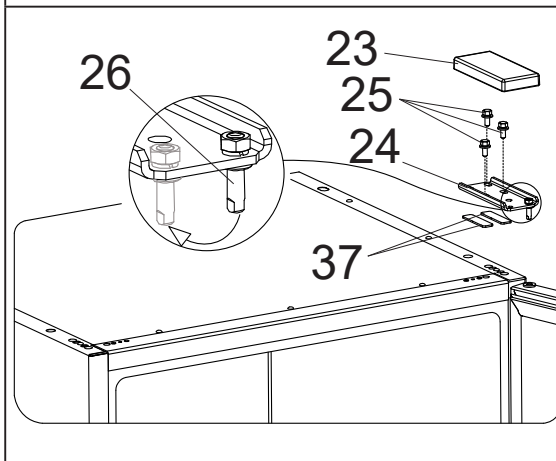

Рисунок 10
1. Снимите крышку 23 верхнего кронштейна 24 (см. рис. 10).
2. Торцовым ключом на 10 выкрутите болты 25 верхнего кронштейна 24 (см. рис. 10). Придерживая дверь, снимите верхний кронштейн 24 (см. рис. 10). На верхнем кронштейне переставьте ось 26, выкрутив на ней торцовым ключом на 10 гайку (см. рис. 10).